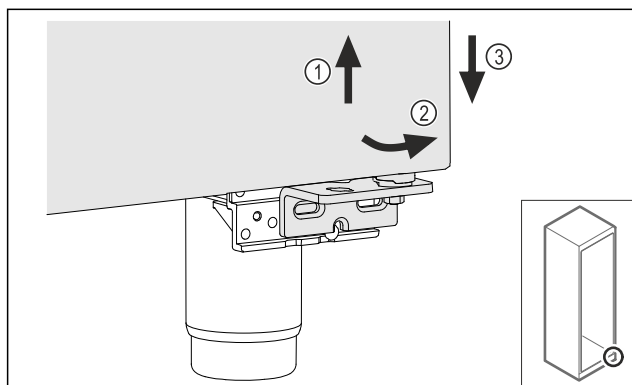

Fig. 16
- ▶ Tõstke ust veidi üles Fig. 16 (1), kallutage all ettepoole Fig. 16 (2) ja langetage Fig. 16 (3).